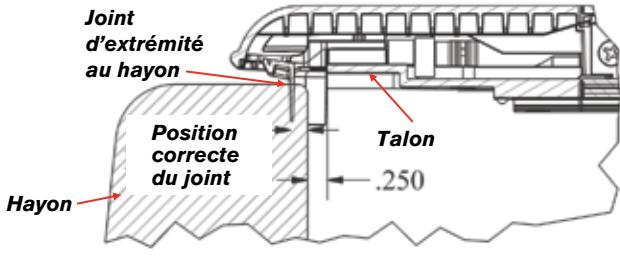

FIG. 5A
- Fermer le hayon; tirer les rails vers celui-ci pour régler la position des joints d'extrémité et assurer une fermeture étanche du hayon. Un moyen efficace de bien positionner ces joints est de laisser un espace de 6 mm entre le talon du rail et le hayon (Fig. 5A).